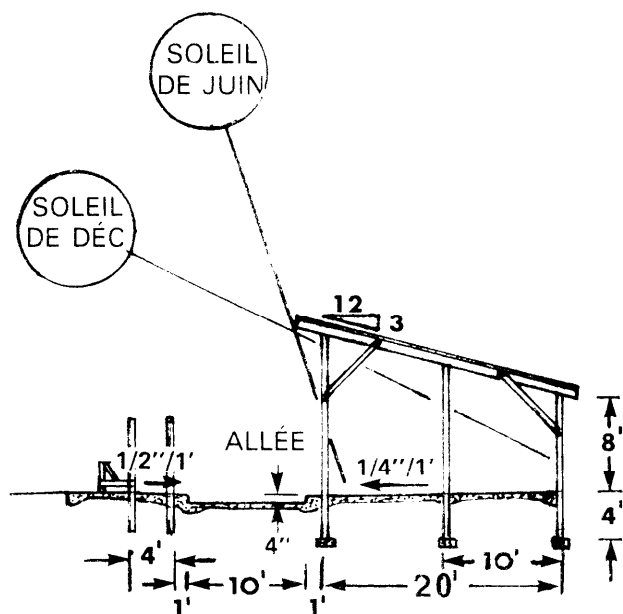

FIGURE 1 COUPE DE L'ÉTABLE À FAÇADE OUVERTE
**CONCEPTION DU BÂTIMENT** L'étable a un toit à un versant. Elle doit être orientée de façon à ce que la façade donne au sud. Comme elle n'a que 20 pi de profondeur et une ouverture au sud de 13 pi de hauteur, le soleil pénétrera jusqu'au fond des enclos en hiver figure 1 ; par contre, en été, alors que le soleil est haut dans le ciel, l'aire de stabulation demeurera ombragée. La pente du toit orientée vers le nord, permettra que les eaux s'écoulent directement vers l'arrière du bâtiment, donc à l'écart des aires de stabulation et d'alimentation.
Les enclos mesurent 12 pi de large. Chacun d'eux a sa mangeoire de façon que tous les animaux aient accès à la nourriture en toute temps. La partie pavée à l'extérieure (figure 1) comprend une aire d'alimentation et une allée de nettoyage dont le plancher est enfoncé de 4 po par rapport au reste du plancher de béton.
Le fumier qui se trouve à l'extérieur doit être évacué vers la plate-forme de stockage au moins une fois par semaine. Pour stocker le fumier, il est nécessaire d'avoir une dalle de béton entourée de murs qui forment un bassin clé retenue du fumier et du lisier (voir le plan 2703). Tous les planchers doivent être inclinés en direction de la plate-forme de stockage (figure 1). Le plancher de l'aire de stabulation doit être recouvert d'une litière de paille qui sera enlevée une ou deux fois l'an avec un tracteur à benne frontale; le même tracteur pourra servir à déplacer les mangeoires de bois amovibles pour permettre l'accès à l'aire de stabulation.